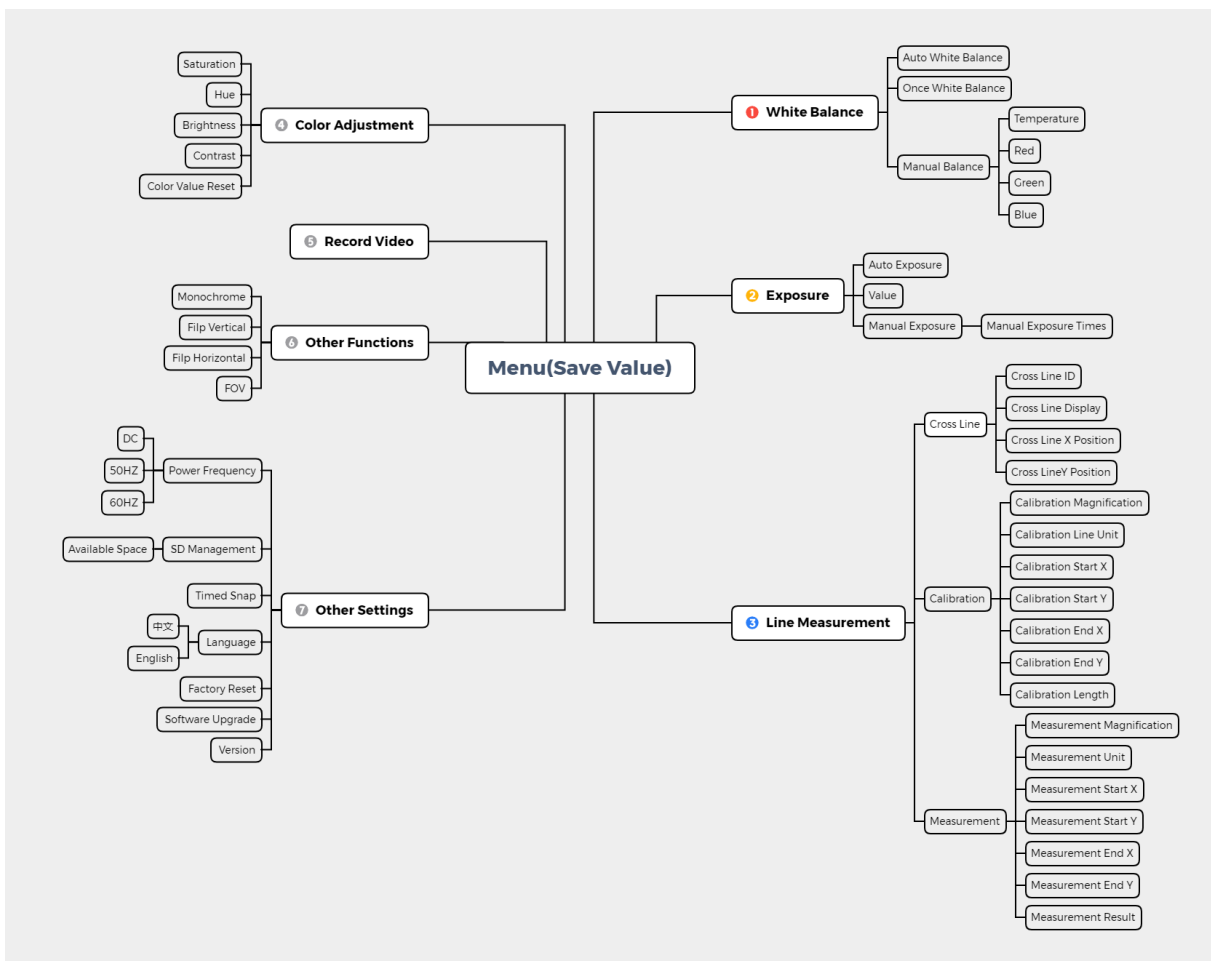

Fig. 23
4. As funções específicas deste menu são mostradas na Fig. 23.